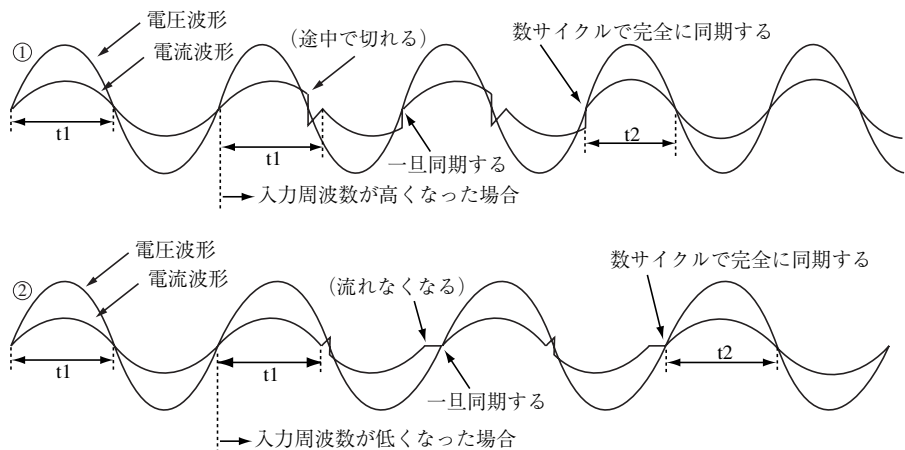

図 2-3
- ・ 入力電圧の周波数が急変した場合には、数サイクルの間電源波形に歪みが生じます。(図 2-3 参照。周波数の変化が小さければ発生歪も小さくなります。)
- ・ 直流または定格周波数範囲外の電圧を入力すると、正常な動作をしません。(定格周波数範囲より高ければ図 2-3 ①の完全同期前の波形を持続し、定格周波数範囲より低ければ図 2-3 ②の完全同期前の波形を持続します。直流の場合は電流が流れなくなります。)